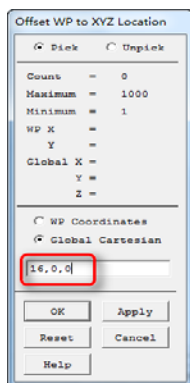

图 3-63 偏移工作平面
①偏移工作平面到给定位置。
①从应用菜单中选择 Utility Menu: WorkPlane > Offset WP to > XYZ Locations +。
②打开设置点对话框,在 ANSYS 输入窗口输入 16,0,0,单击“OK”按钮,如图 3-63 所示。
②将激活的坐标系设置为工作平面坐标系。从应用菜单中选择 Utility Menu: WorkPlane > Change Active CS to > Working Plane。